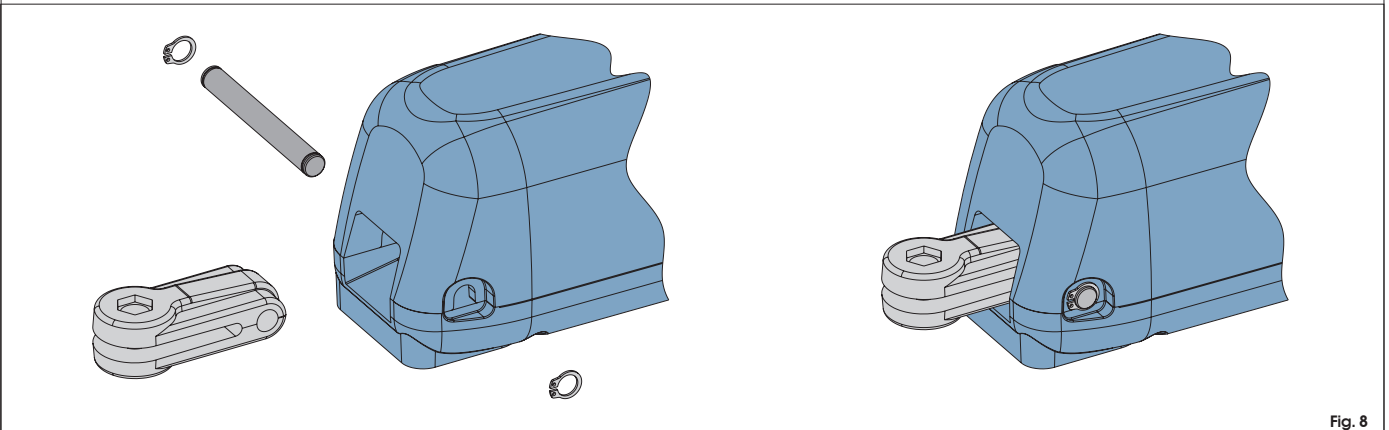

Fig. 8
2) Assembler la patte d'attache postérieure à l'opérateur d'après la Fig.8.